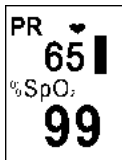

Figure 6
- Appuyez deux fois pour afficher les données comme dans la figure 6
- Appuyez trois fois pour pivoter la vue à la figure 6 de 180 °